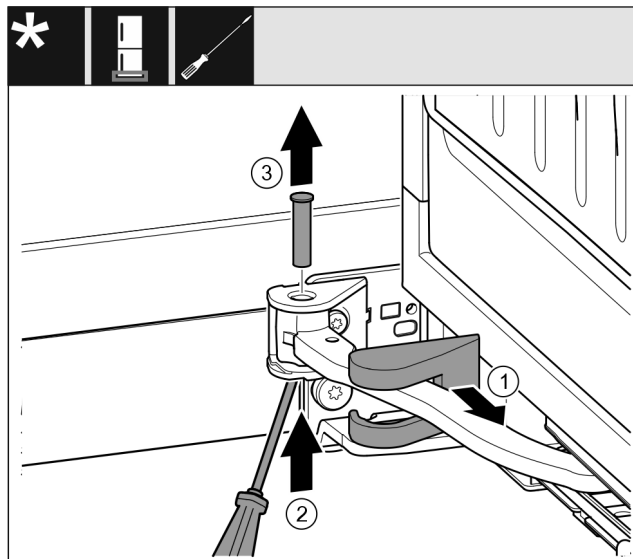

Fig. 15
- ▶ Desprindeți capacul suportului de lagăr Fig. 15 (1) și deplasați-l de-a lungul articulației.
- ▶ Ridicați de jos bolțul Fig. 15 (2) cu șurubelnița.
- ▶ Extrageți de sus bolțul Fig. 15 (3).